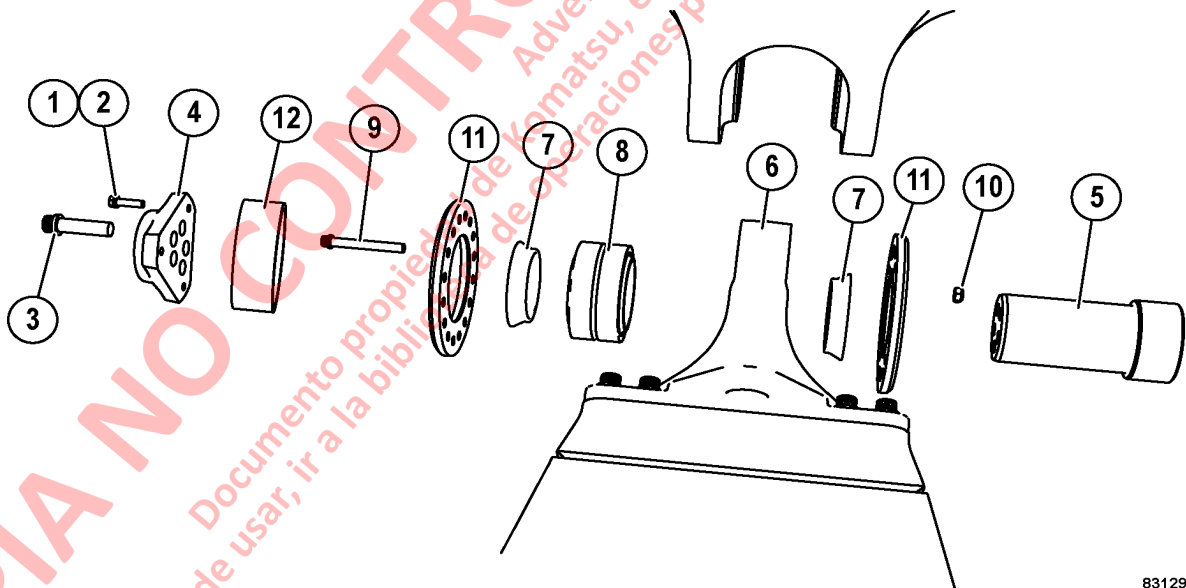

FIGURA 4-1. MONTAJE DEL PASADOR PIVOTE
8. Retire los pernos (1, Figura 4-1) y arandelas de seguridad (2).
10. Retire cinco pernos (3). Retire la placa de bloqueo (4).
11. Instale un extractor, utilizando los orificios roscados en la cabeza del pasador pivote (5). Saque el pasador pivote (5).
1. Retire los pernos (9, Figura 4-1) y tuercas de seguridad (10).
2. Retire los retenedores del buje (11).
3. Prepare una herramienta apropiada para presionar rótula (9) fuera del anillo pivote.
1. Prepare una herramienta apropiada para presionar la rótula (9, figura 4-1) dentro del anillo pivote (6). Asegúrese de que la rótula esté centrada e instalada adecuadamente en el anillo pivote para permitir su correcta lubricación.
2. Instale los retenedores de buje (11) usando pernos (9) y tuercas de seguridad (10). Apriete los pernos al torque estándar.